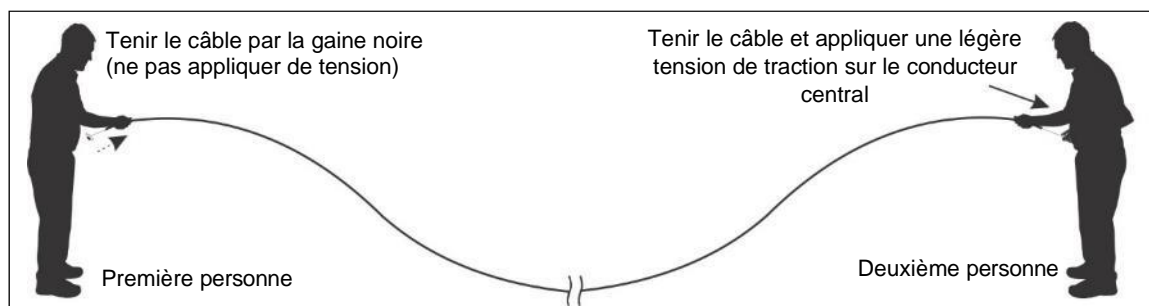

Figure 18 : Conditionnement du câble FlexZone (partie 2 du filage du câble)
2. Lorsque la deuxième personne observe que le conducteur central a été tiré jusqu'à sa limite, elle attend 10 secondes et applique ensuite une légère tension de traction sur le conducteur central tout en tenant le câble par la gaine noire avec l'autre main (voir figure 18 :). La première personne tient le câble par la gaine noire et laisse le conducteur central se déplacer librement (sans appliquer de tension). La deuxième personne arrête de tirer lorsqu'elle rencontre une augmentation de la résistance ou que le conducteur central ne peut plus être tiré.